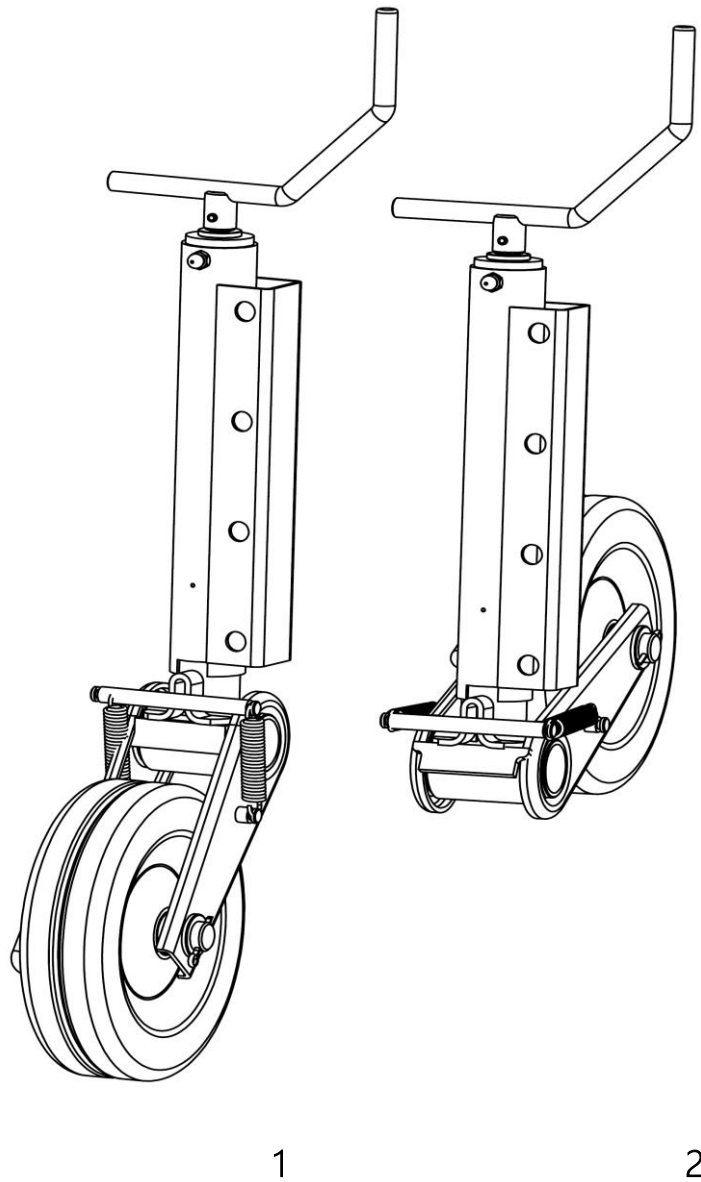

Abb. 11 Deichselstützfuß des Anhängers.
5. Mithilfe des Hebels das Stützrad anheben und es in die Lage gemäß Abbildung 11 bringen.